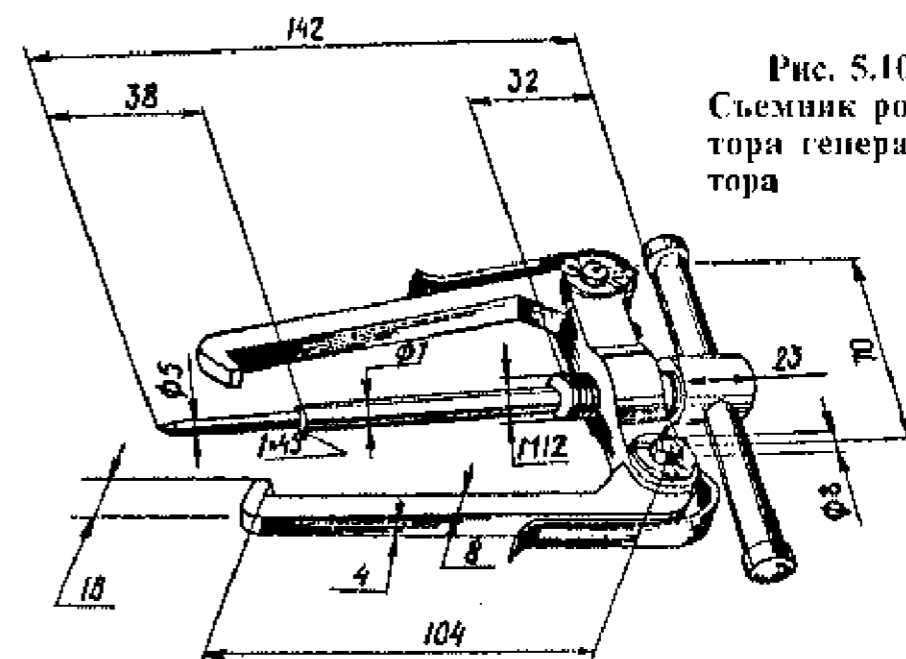
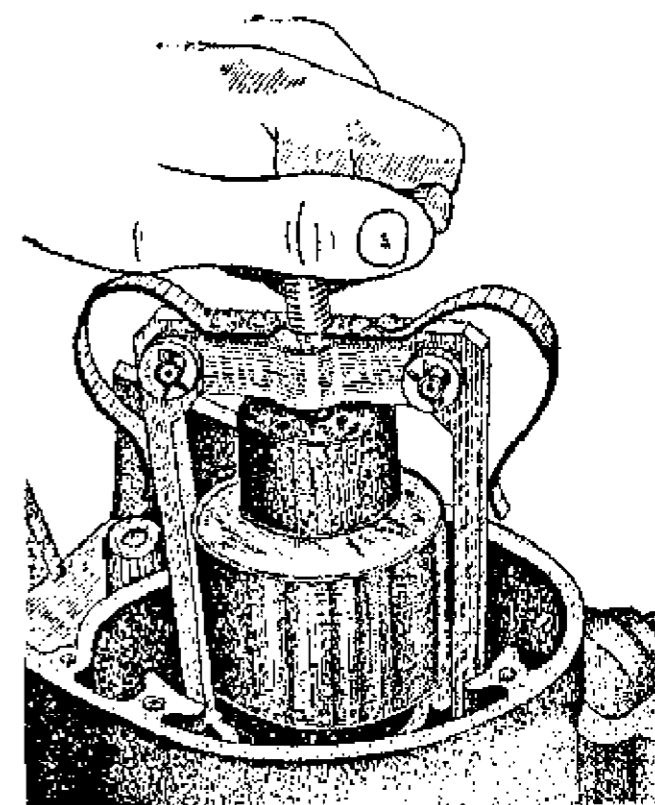

Рис. 5.10. Съемник ротора генератора
Рис. 5.11. Демонтаж ротора генератора
- ✓ произвести демонтаж ротора при помощи специального съемника (рис. 5.10). Захваты съемника при этом нужно завести под нижний торец ротора, а выжимной винт упереть в торец цапфы коленчатого вала (рис. 5.11). Если нет приспособления, то при демонтаже ротора отвернуть на 2-3 оборота стяжной болт, взять в левую руку ротор и, потянув его на себя, правой рукой не сильно, но резко ударить деревянным молотком по головке крепления ротора. Ни в коем случае нельзя ударять молотком непосредственно по ротору;